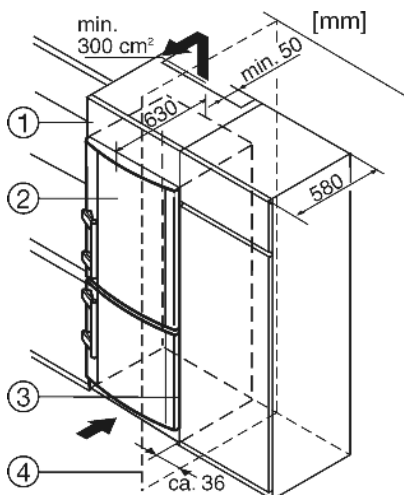

Fig. 9
- (1) Élément haut
(2) Appareil
(3) Placard de cuisine
(4) Mur
L'appareil peut être entouré de meubles de cuisine. Pour adapter l'appareil Fig. 9 (2) à la hauteur des placards de la cuisine intégrée, on peut placer un élément haut Fig. 9 (1) au-dessus de l'appareil.
Lors de la transformation avec des placards de cuisine normalisés (profond. max. 580 mm) l'appareil peut être placé directement à côté du placard Fig. 9 (3). La porte de l'appareil saillit latéralement de 34 mm et au milieu de l'appareil de 50 mm par rapport à la face avant du placard de cuisine. Ainsi, elle se laisse ouvrir et fermer sans problèmes.
Si l'appareil est installé avec les charnières à côté d'un mur Fig. 9 (4), la distance entre l'appareil et le mur doit être de 36 mm min. Ceci correspond à la saillie de la poignée lorsque la porte est ouverte.